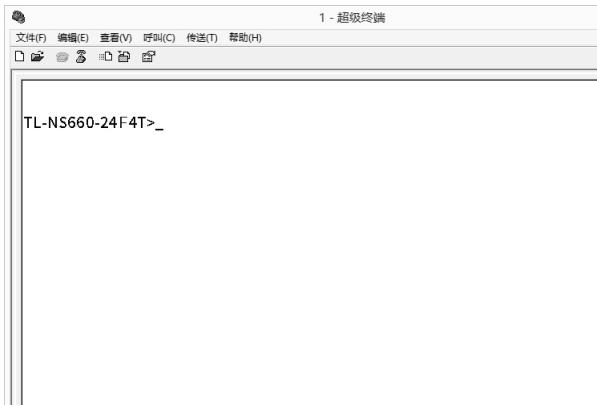

图4-3 Console登录
- 在主窗口中输入回车键，可以看到“TL-NS660-24F4T>”的提示符，说明已成功登录交换机，如图4-3所示。